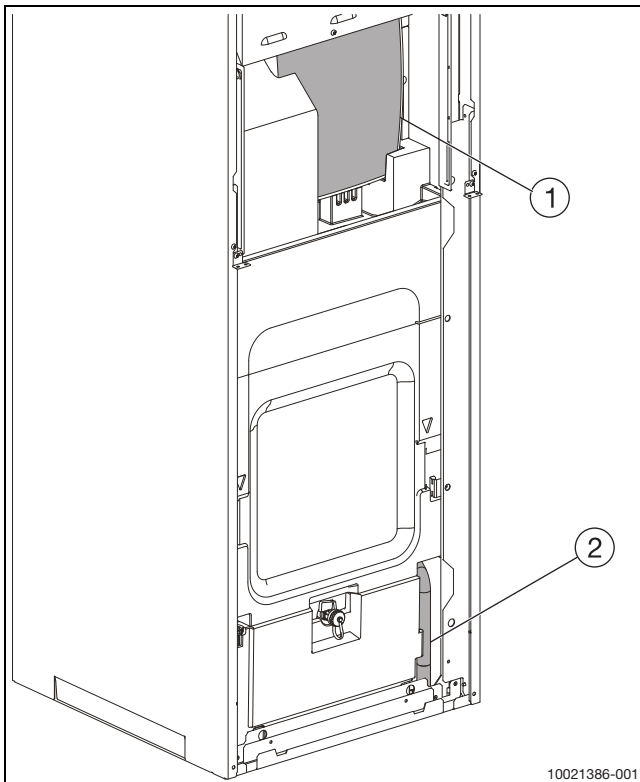

Bild 12 Vorderansicht Ablassschlauch
- Ablaufschlauch und Sicherheitsventil an einen Ablauf anschließen (siehe Abb. 12 und 13).
- Ablassschlauch ([2], Abb. 12) an einen frostgeschützten Ablauf oder direkt an einen Wandablauf anschließen.